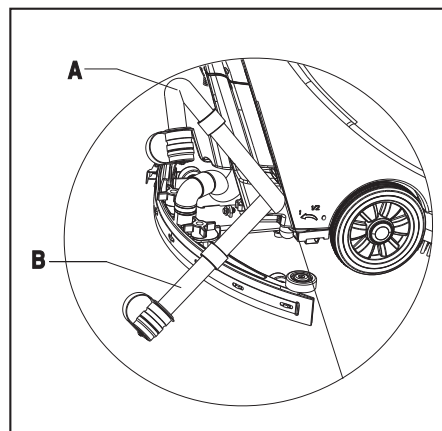

FIGURE 13
2. Relevez la raclette (14).
4. Saisissez la poignée (2) et inclinez la machine vers l'arrière, jusqu'à ce que la roue de guidage touche le sol.
5. Retirez le tuyau de vidange de son attache, courbez le l'extrémité supérieure du tuyau (A, Figure 13) et ôtez le bouchon du tuyau de vidange. Baissez le tuyau le plus bas possible ou posez-le sur le sol de façon à permettre à l'eau de s'écouler. Vous pouvez également mettre le tuyau de vidange en position basse ou le poser sur le sol de façon ce que l'orifice d'évacuation de l'eau soit orienté vers le bas (B, Figure 13) puis dévissez le bouchon de vidange pour vidanger l'eau du réservoir. Une fois la vidange terminée, rincez l'intérieur du réservoir de récupération à l'eau claire.
Lors de la vidange de l'eau usée, le tuyau de vidange doit se trouver plus bas (Figure 13 A ou B) et le bouchon doit être enlevé pour que l'eau usée puisse s'écouler. Veillez à ce que l'orifice du tuyau de vidange ne soit pas dirigé vers le haut, l'opérateur risquant d'être arrosé d'eau usée.